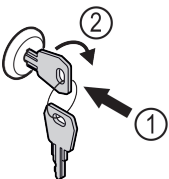

Fig. 159
- ▶ Schlüssel hineindrücken Fig. 159 (1).
- ▶ Schlüssel um 90° im Uhrzeigersinn drehen Fig. 159 (2).